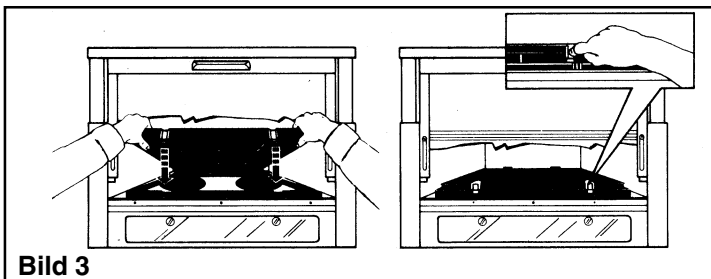

Bild 3
1. Wrasenschirm (A) ganz nach vorn herausziehen..
- **Bild 3.**